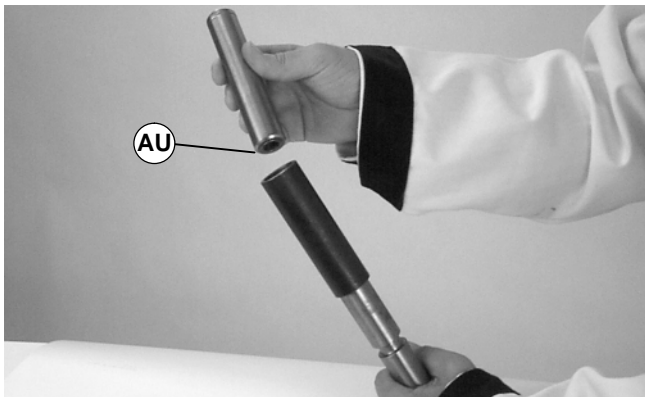

Abbildung 40
4. Das offene Ende der Welle (AU siehe Abbildung 40) in die Hülse plazieren.